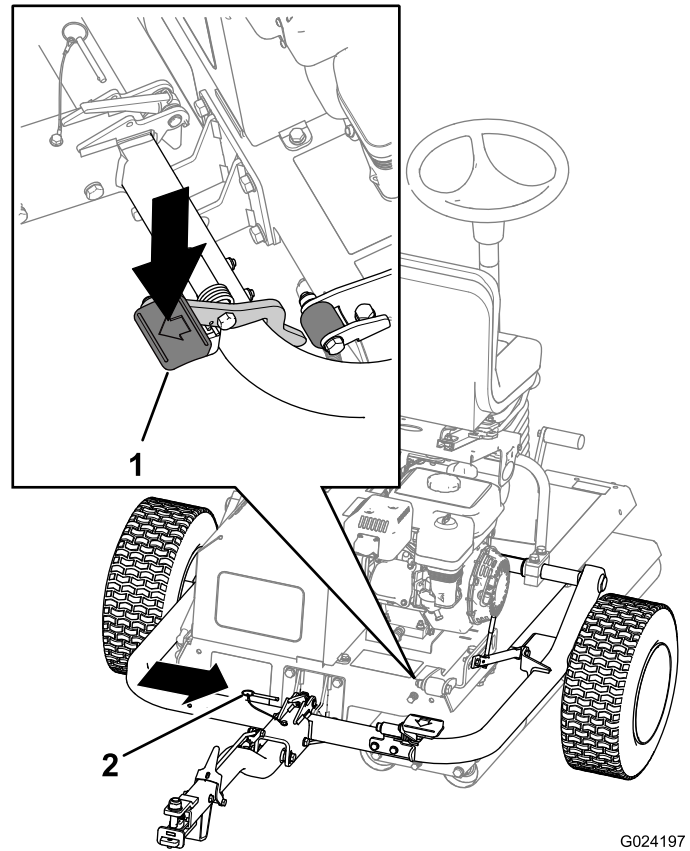

Figure 26
- D. Insérez la goupille de blocage (Figure 26).
- C. Appuyez sur la pédale d'attelage jusqu'à ce que l'attelage se verrouille en place (Figure 26).